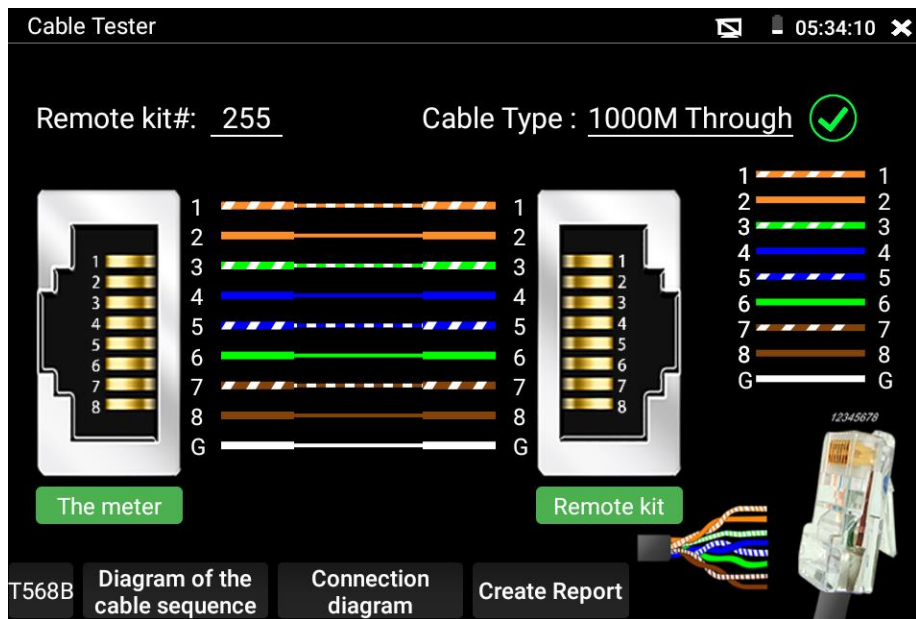

Рис. 99 Интерфейс приложения «Cable Tester»
3. На экране отобразится последовательность жил в кабеле витой пары, его скорость, рис. 99